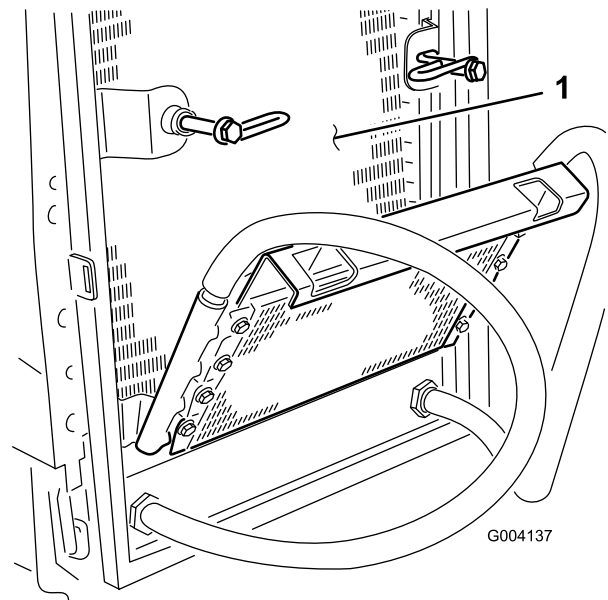

Figure 96
8. Nettoyez soigneusement les deux côtés du refroidisseur d'huile et du radiateur (Figure 96) à l'air comprimé.